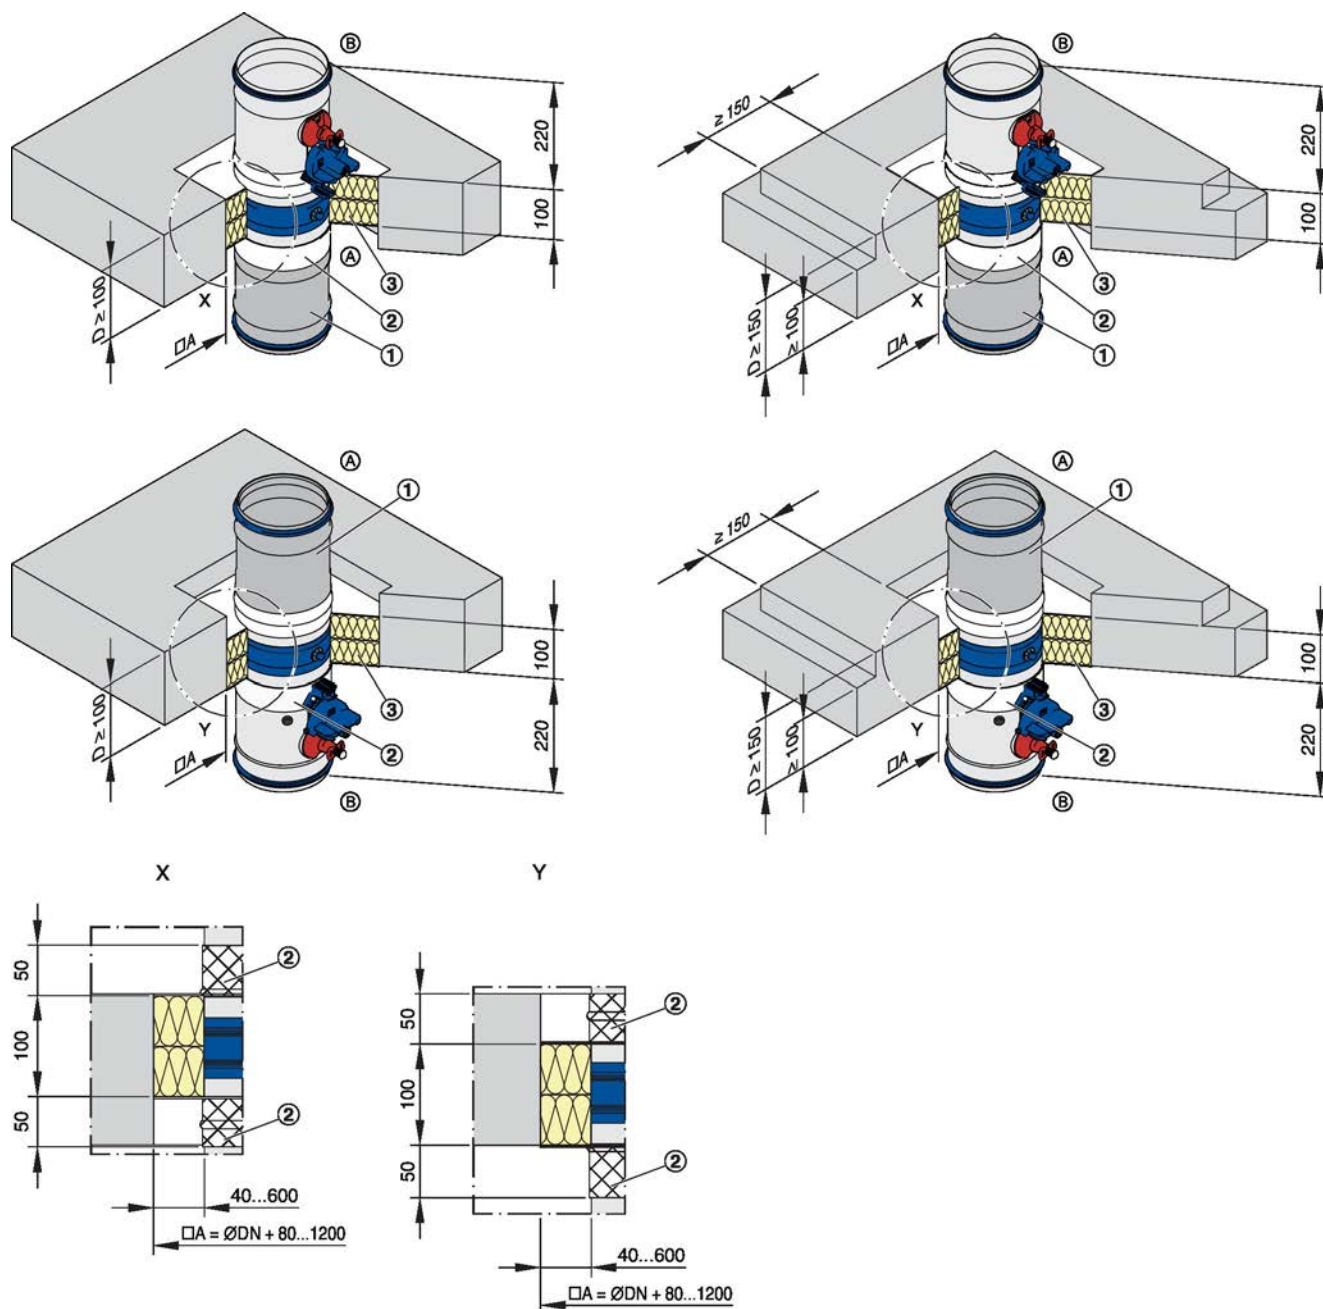

Fig. 25: Installation avec panneau anti-feu, suspendue ou à la verticale
- ▶ Une ouverture est nécessaire, Voir la Fig. 25. Distance maximale 600 mm entre le clapet coupe-feu et l'ouverture de montage